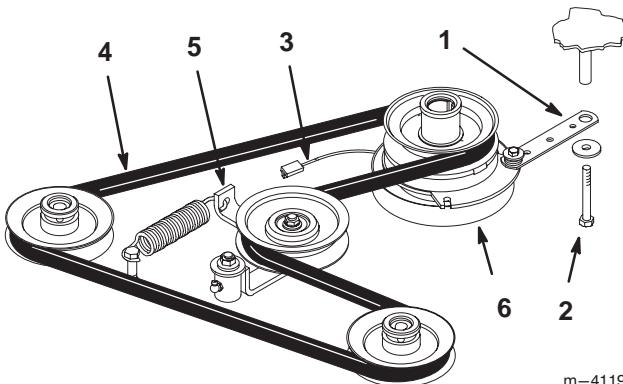

Bild 63
2. Entfernen Sie die Schraube vom Kupplungsbügel und ziehen den Anschlussdraht von der Kupplung (Bild 63).
3. Ziehen Sie die unter Federdruck stehende Spannscheibe zur Seite. Entfernen Sie den Antriebs-Treibriemen von den Riemenscheiben am Motor und an der Hydraulikpumpe (Bild 63).
4. Legen Sie einen neuen Riemen um die Riemenscheiben am Motor und an der Hydraulikpumpe (Bild 63).
5. Ziehen Sie die unter Federdruck stehende Spannscheibe zur Seite und fluchten den Riemen aus. Lassen Sie die unter Federdruck stehende Spannscheibe los (Bild 63).